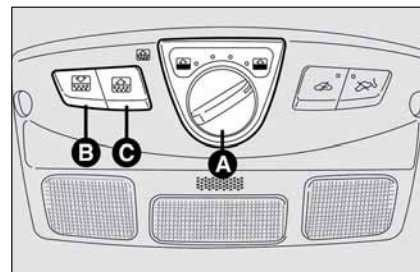

fig. 90
Da posizione di tetto completamente chiuso (selettore rotativo in posizione 0), ruotare la manopola **A-fig. 90** in senso orario selezionando fra una delle 5 posizioni di apertura disponibili.
Ruotare la manopola **A-fig. 90** in senso antiorario scegliendo fra una delle 5 posizioni di chiusura disponibili.
Ad ognuna delle 5 posizioni corrisponde una chiusura più o meno ampia del tetto apribile. Per chiudere completamente il tetto in un'unica manovra occorrerà posizionare la manopola **A-fig. 90** in posizione 0.
Per aprire completamente la tendina premere il pulsante **B-fig. 90**. L'apertura della tendina si interrompe premendo nuovamente il pulsante.
Per chiudere la tendina premere il pulsante **C-fig. 90**. La chiusura della tendina si interrompe premendo nuovamente il pulsante.
- ruotare la manopola **A-fig. 90** verso sinistra completamente;
- premere e mantenere premuta la manopola **A-fig. 90** fino al blocco meccanico del tetto dopodichè rilasciarla;
In questi casi è possibile inibire il dispositivo chiudendo il tetto apribile (entro 5 secondi dall'intervento del dispositivo), ruotando la manopola **A-fig. 90** in posizione 0 e mantenendola premuta fino all'avvenuta chiusura.